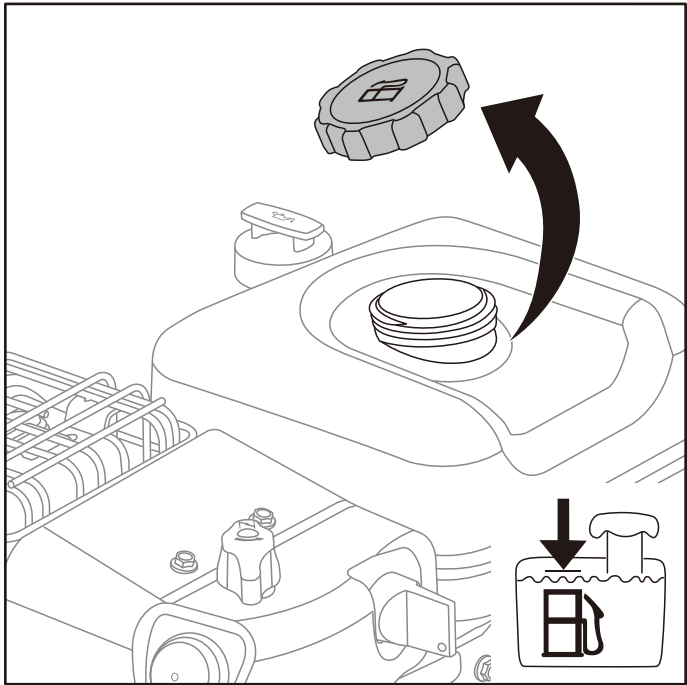

Fig.6
2. Retire el tapón de combustible. (Fig.6)